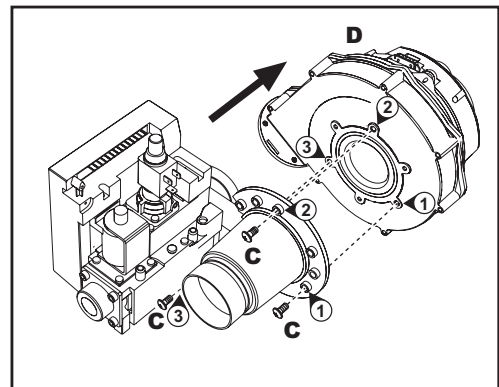

рис. 32 - Модель ENERGY TOP W 125
6. Открутите винты "С" и отсоедините вентилятор "D" (рис. 32 - только на модели **ENERGY TOP W 125**)